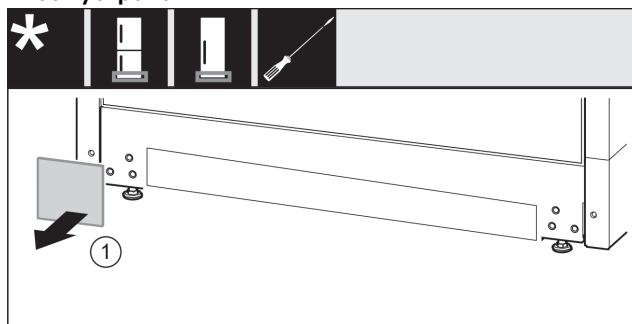

Fig. 35
- ▶ Снимите крышку. *Fig. 35 (1)*